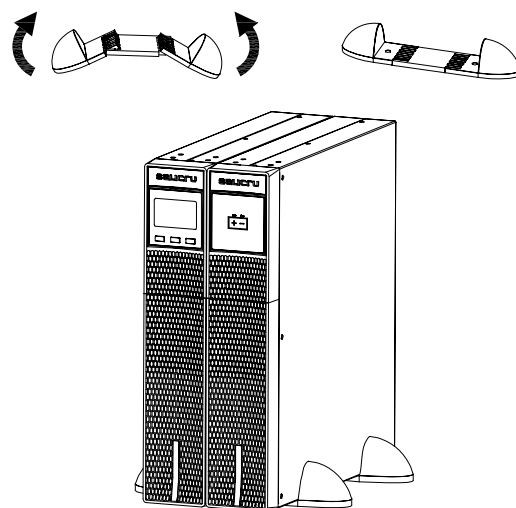

Abb. 10. Modell mit vertikaler Montage -Turmausführung- mit Autonomieerweiterung (Batterieminidul).
- ☐ Sobald der Anschlussstecker aus der Steckdose, in der er eingesteckt ist, herausgezogen wird. Dieser Stecker ist an einem Kabel als eine Art Brücke, die den Stromkreis schließt, angeschlossen (siehe Abb. 10-A).
- ☐ Oder, wenn der externe Schalter des Geräts und des Benutzers, der zwischen den Anschlüssen des Steckers installiert ist, betätigt wird (siehe Abb. 10-B) Der Anschluss am Schalter muss mit einem normalerweise geschlossenen Kontakt -NC- ausgestattet sein, der den Stromkreis öffnet, wenn er betätigt wird.